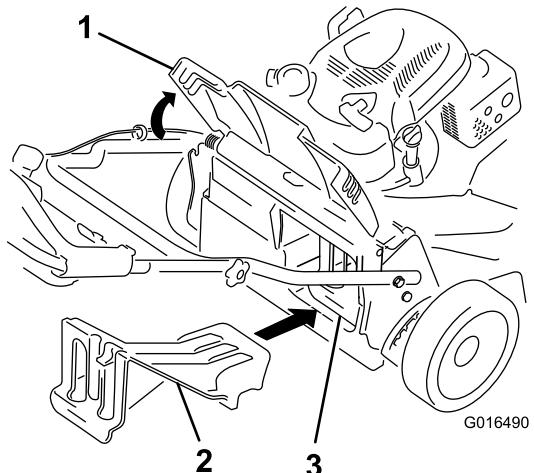

Рисунок 25
- Если задняя выпускная заглушка не установлена, возьмите ее за рукоятку, поднимите заднюю дверцу и вставьте ее в желоб заднего выброса, пока защелка не зафиксируется на месте, см. Рисунок 25.
Внимание: Убедитесь, что задняя выпускная заглушка установлена на своем месте, и произведите утилизацию травы и срезанных листьев (Рисунок 25).